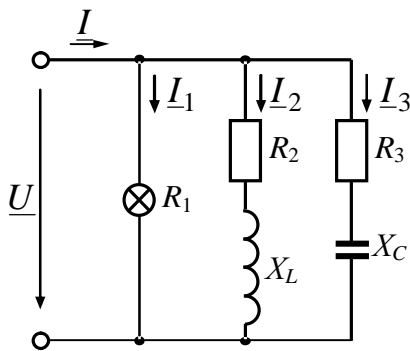

Рис. 3.18
**3.131.** У розгалужене електричне коло змінного струму ввімкнені освітлювальне навантаження з активним опором  $R_1$ , котушка індуктивності з індуктивним опором  $X_L$  і активним опором  $R_2$  і конденсатор з ємнісним опором  $X_C$  (рис. 3.18). Визначити напругу джерела живлення і струми  $I_2$  і  $I_3$  у вітках, якщо загальний струм у колі  $I_1 = 5$  мА, активні і реактивні опори кола:  $R_1 = 44$  Ом;  $R_2 = 7$  Ом;  $R_3 = 15$  Ом;  $X_L = 24$  Ом;  $X_C = 20$  Ом.